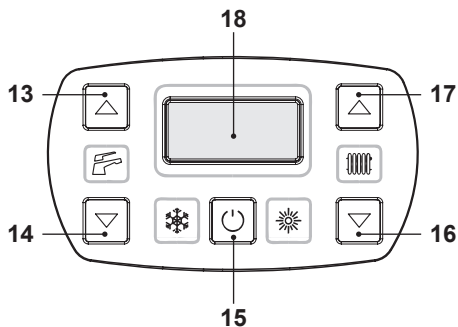
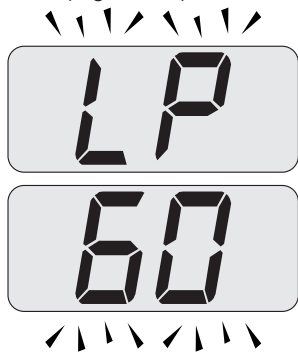

Figura 7.2
Figura 7.7
- Entrare in "modalità programmazione" premendo contemporaneamente per 10 secondi i tasti 15 - 16 - 17 (Figura 7.2) fino a far apparire sul display LCD le lettere **Pr** che si alternano con il codice **01**, indicanti l'entrata nel "parametro 01" (Figura 7.3).
- Premere contemporaneamente i tasti 16 e 17 (Figura 7.2) fino a far apparire sul display LCD le lettere **LP** che si alternano con il valore di temperatura dell'acqua di riscaldamento (es. **45**), indicanti l'entrata nell'attivazione della "funzione spazzacamino" alla potenza minima (Figura 7.4).
- Premere il tasto 16 (Figura 7.2) fino a far apparire sul display LCD le lettere **LP** che si alternano con il valore di temperatura dell'acqua di riscaldamento (es. **60**), indicatori l'entrata nell'attivazione della "funzione spazzacamino" alla potenza minima in sanitario (Figura 7.7).
- Spegner la caldaia tenendo premuto per 2 secondi il tasto 15 (Figura 7.2) fino a far